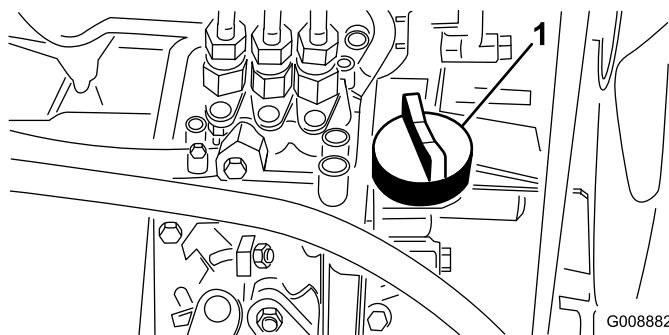

Figura 33
4. Se l'olio è insufficiente, togliete il tappo di rifornimento (Figura 33) ed aggiungete lentamente piccole quantità di olio, controllando spesso il livello, finché non raggiunge il segno di pieno sull'asta.